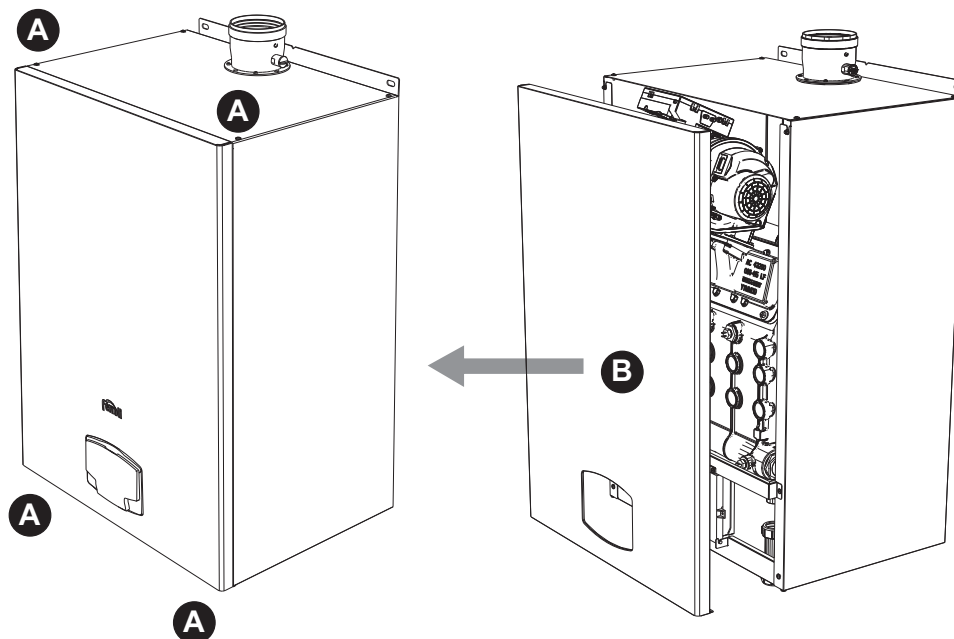

fig. 60- Ouverture du panneau avant
1. Dévisser les vis **A** (voir fig. 60).